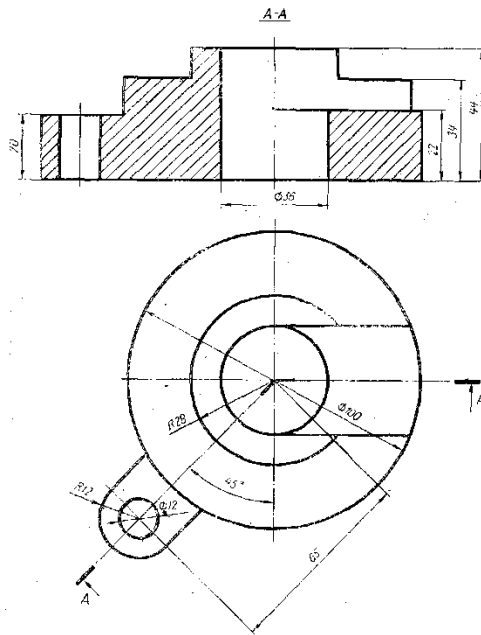

Рис. 4
3. На месте одного из видов выполнить ломаный разрез, обозначить его и нанести размеры (пример выполнения задания на рисунок 4).